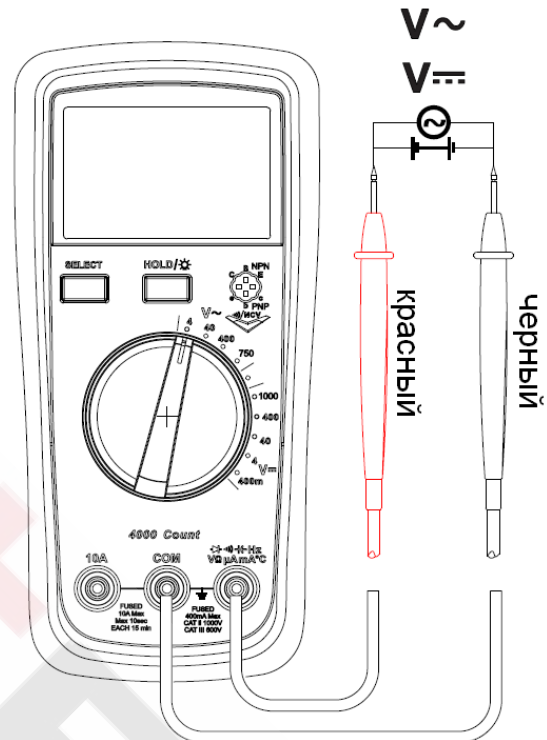

Рисунок 2
9.1. Измерение переменного и постоянного напряжения (см. рисунок 2)